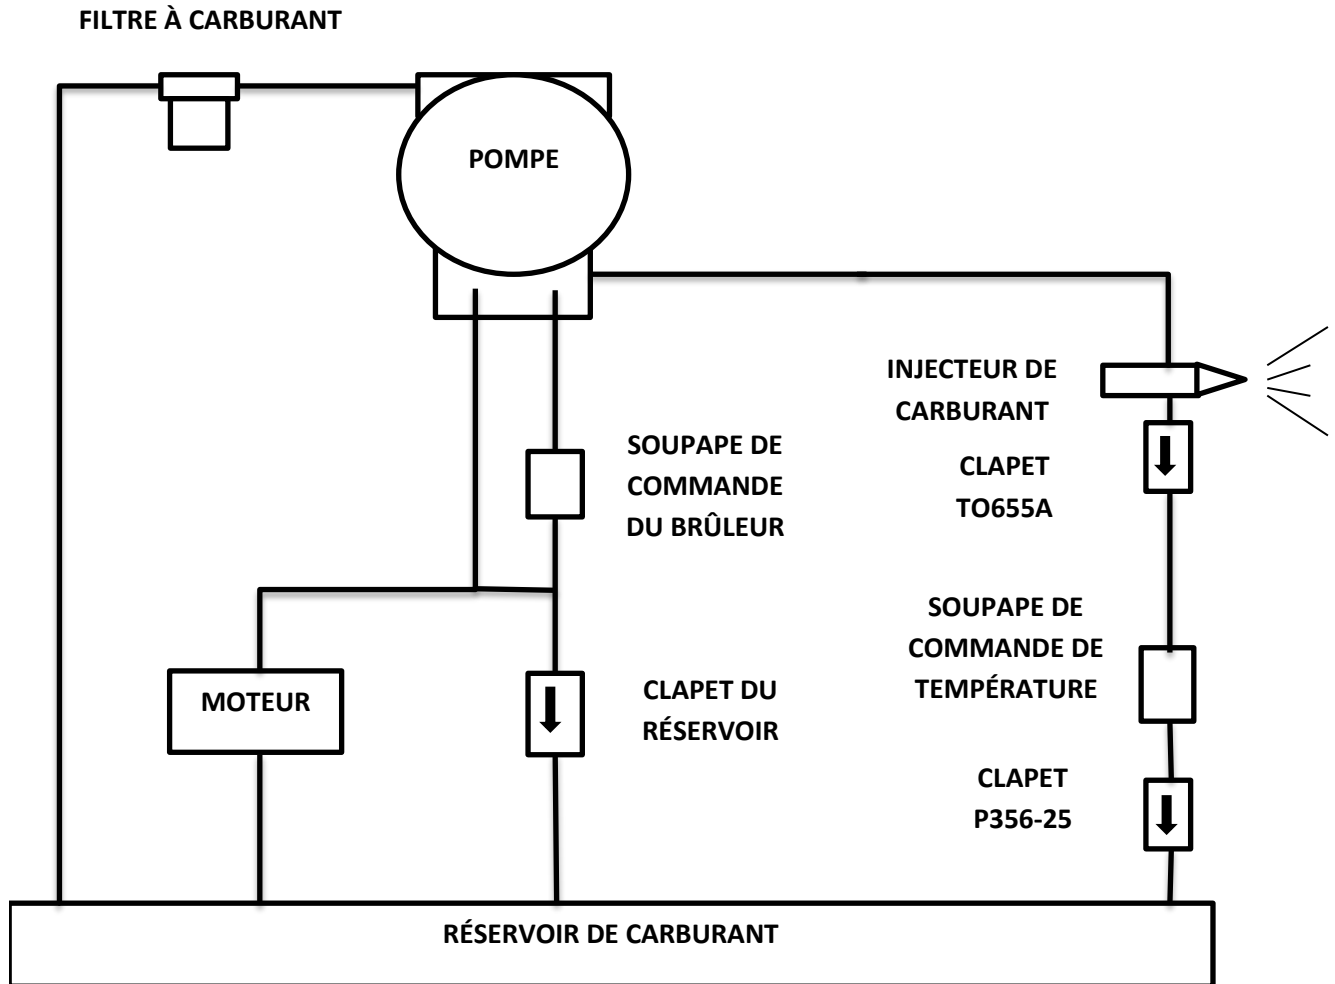

Figure 2-1. Système d'alimentation en carburant de l'appareil de chauffage
4.7 Le carburant est aspiré du réservoir de carburant à travers le filtre à carburant et refoulé sous pression constante vers la buse de combustion à décharge variable (*voir figure 2-1*). La soupape de commande de température s'ouvre et fait dériver une quantité dosée de carburant vers le réservoir de carburant. Le système d'allumage produit une étincelle à haute tension à la bougie d'allumage pour enflammer le mélange de carburant et d'air. La flamme résultante réchauffe l'échangeur thermique. L'air ambiant est forcé à travers l'échangeur thermique par le ventilateur. Lorsque l'air chauffé passe au travers de l'échangeur thermique, il est dirigé à travers le déflecteur de chaleur vers la sortie de l'échangeur thermique.